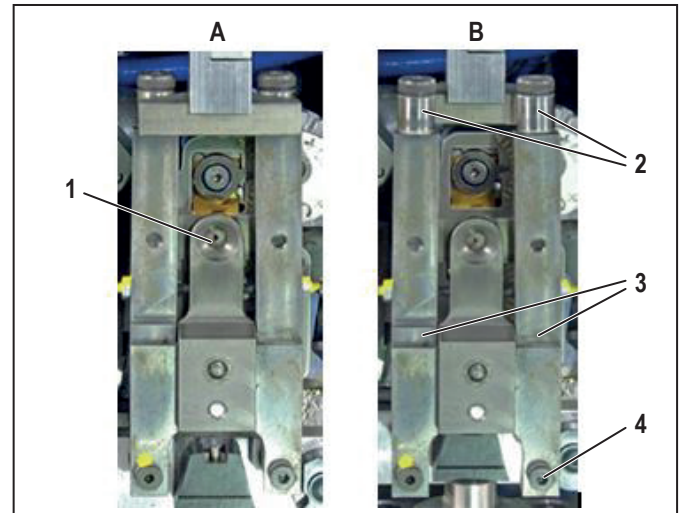

Bild 8.3 Litzenfixiereinheit in Betriebsposition (A) und nach vorn gezogen (B)
- Ziehen Sie die Litzenfixiereinheit nach vorn (Bild 8.3, B).
- Prüfen Sie, ob die Laufrollen (2) leichtgängig sind. Bei Bedarf ölen Sie die Drehpunkte der Laufrollen.
- Ölen Sie die Drehpunkte (4) der Litzenfixiereinheit.
- Stellen Sie sicher, dass sich die Litzenfixiereinheit in der vorderen Position befindet (Bild 8.3, B).
- Entfernen Sie die rechte untere Schraube der Litzenfixiereinheit (Bild 8.3, 4).